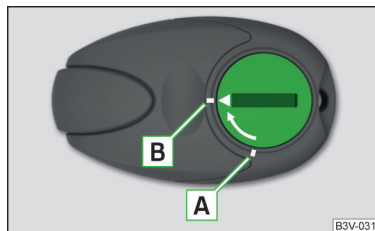

Fig. 183
- Introduceți un obiect plan, neașcutit (de exemplu o monedă) în fanta din capacul bateriei » fig. 183.